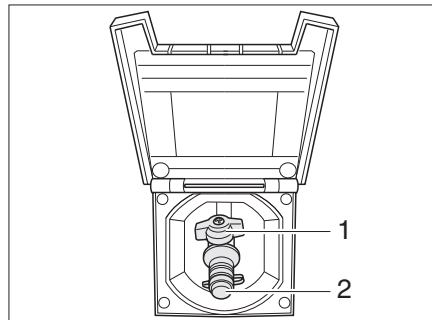

Bild 81 Externer Gasanschluss, Gasabsperrentil geschlossen
Der externe Gasanschluss (Bild 81) befindet sich je nach Modell am Heck oder auf der linken bzw. rechten Fahrzeugseite.
- Externes Gasgerät an der Anschluss-Stelle (Bild 81,2) anschließen.
- Das Gasabsperrentil (Bild 81,1) öffnen.